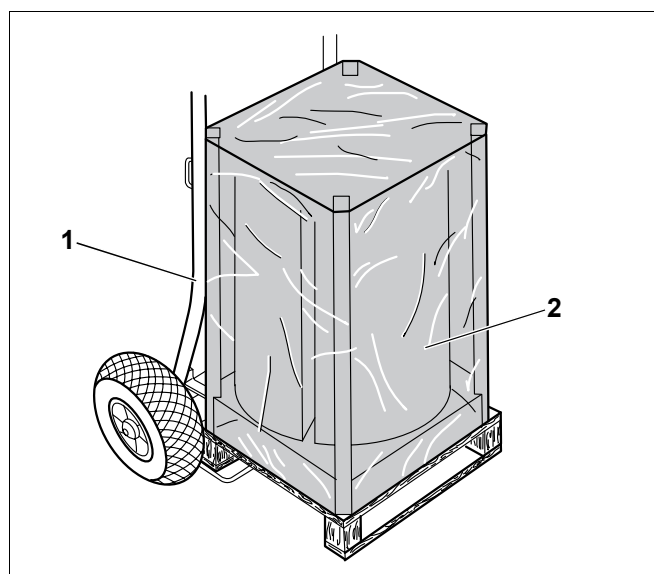

Рис. 3 Транспортировка бака-водонагревателя на специальной тележке для перевозки котла
- Установить тележку (рис. 3, **поз. 1**) с задней стороны упакованного бака-водонагревателя (рис. 3, **поз. 2**).